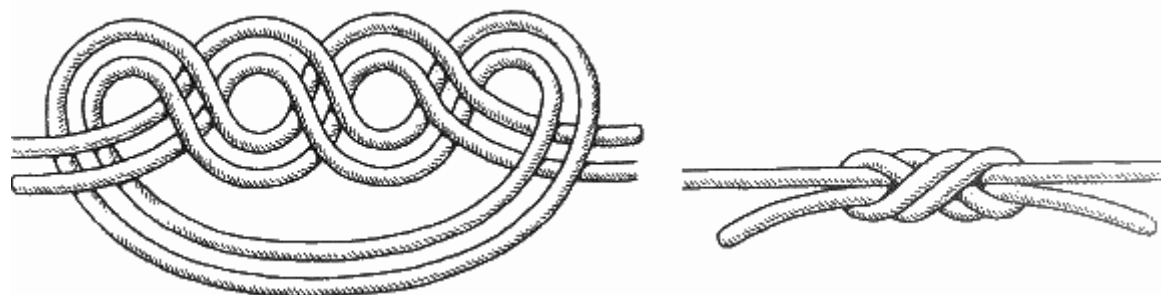

Рис. 22. Водяной узел
**Водяной узел** (рис. 22). Не менее прочным считается соединение двух тросов водяным узлом. Чтобы завязать его, положите связываемые тросы концами навстречу друг к другу так, чтобы их концы шли параллельно и касались один другого. Держа в одной руке ходовой и коренной концы двух разных тросов, начинайте вязать ими дубовый узел (см. рис. 20), но вместо одного обноса коренного конца сделайте два. Прежде чем окончательно затянуть узел, проверьте, чтобы одна пара концов выходила из петли сверху, а вторая - снизу, как это показано на схеме (см. рис. 22).